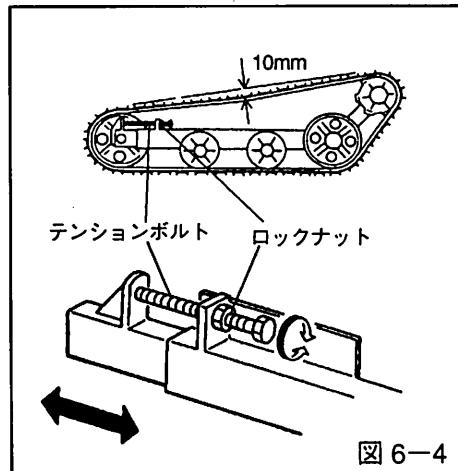

図 6-4
クローラの張りは、中央部においてタワミ量が10mmを標準とします。(図6-4参照) 調整の必要がある場合には、次の手順に従ってください。
1. ロックナットを緩めます。(図6-4参照)